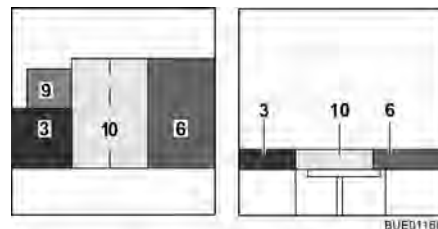

Fig. 110 Después de la transformación
- Colocar el cojín adicional (Fig. 110,9) sobre la prolongación de asiento.
- Desplegar el cojín adicional (Fig. 110,10) y colocarlo en la mesa.
- Poner a un lado el cojín del respaldo (Fig. 110,7).